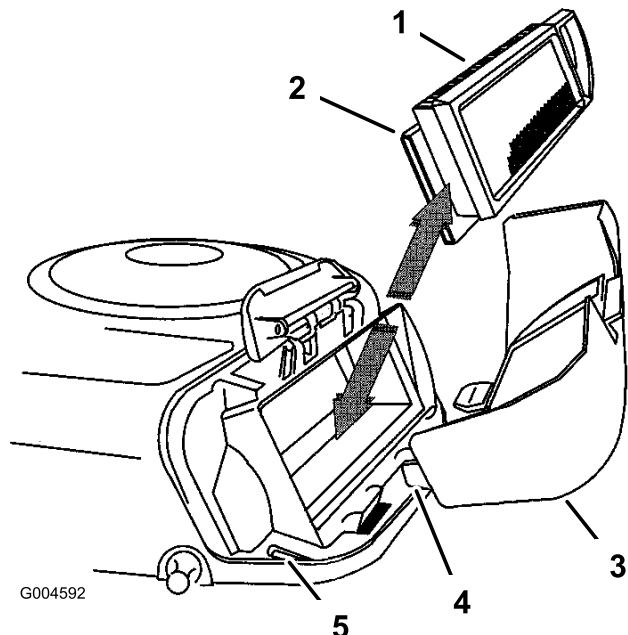

Figure 24
5. Sortez avec précaution les éléments en papier et en mousse du carter de soufflante (Figure 24).
2. Placez les languettes du couvercle du filtre à air en face des fentes du carter de soufflante (Figure 24).